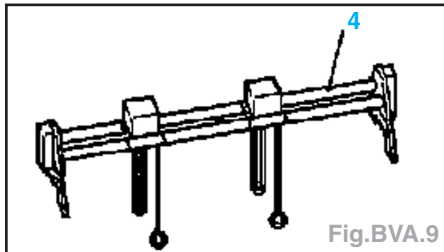

Fig.BVA.9
- Abaisser d'environ 5 cm le moteur avec la boîte avec l'outil MKM-883-1 (4) (Fig.BVA.9).